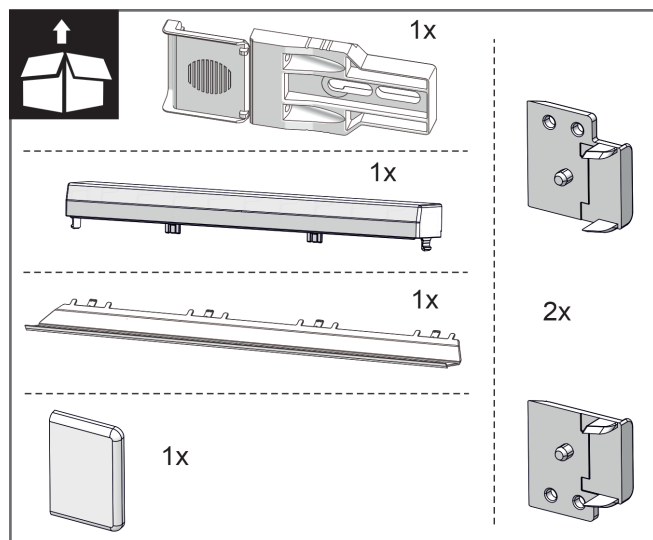
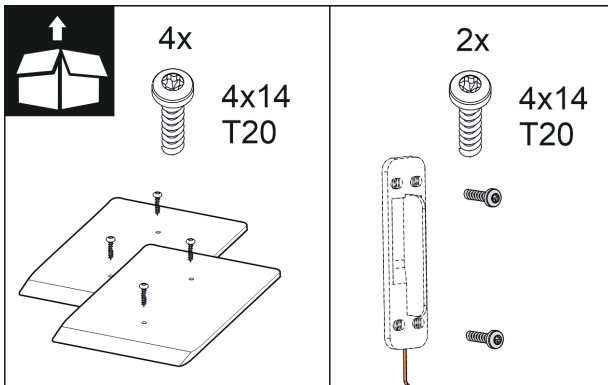

Fig. 10
Fig. 16
2. Meegeleverde montageonderdelen controleren. *Fig. 10 () tot Fig. 16 ()*
### Montagedelen meegeleverd *Fig. 10 () tot Fig. 16 ()*